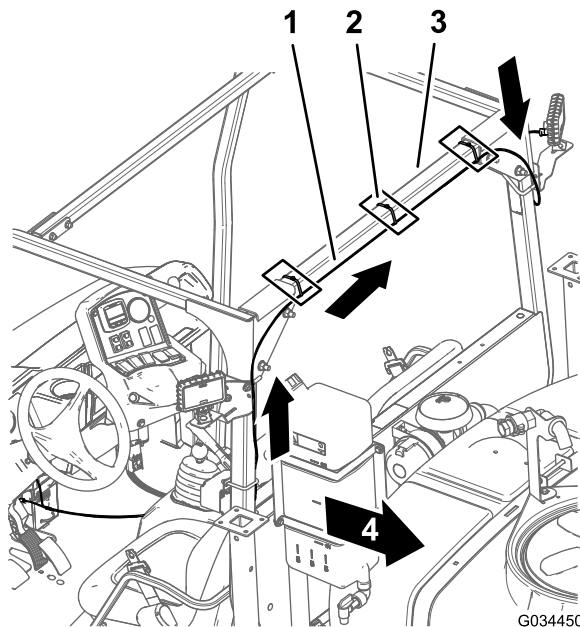
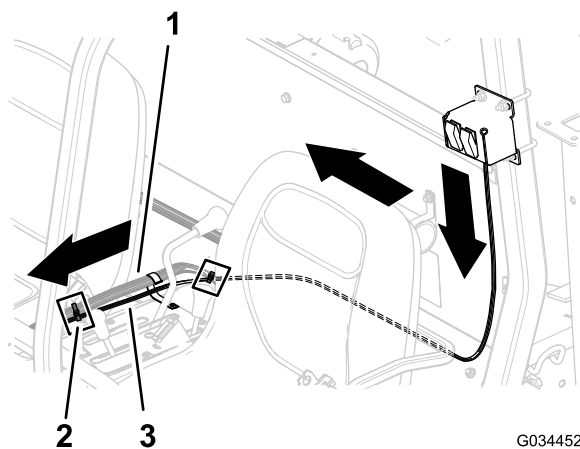
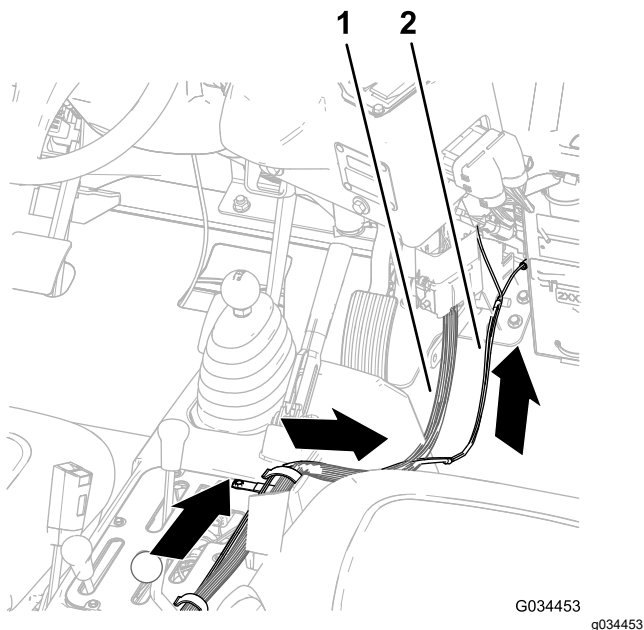

图 16
图 17
图 18
1. 如图 16 所示布置结束的支管使 2 插槽接头向上并穿过水平 ROPS 管的后面。
2. 如图 17 所示在灯具开关上布置结束的支管使插座端子和环形端子朝向下方并穿过操作员座椅的后面。
3. 在中央控制台上沿着打药车线束布置后工作灯套件线束向前朝向保险丝盒图 17 和图 18。
4. 如 图 16 和 图 17 所示用扎带将后工作灯套件线束固定到打药车线束上。